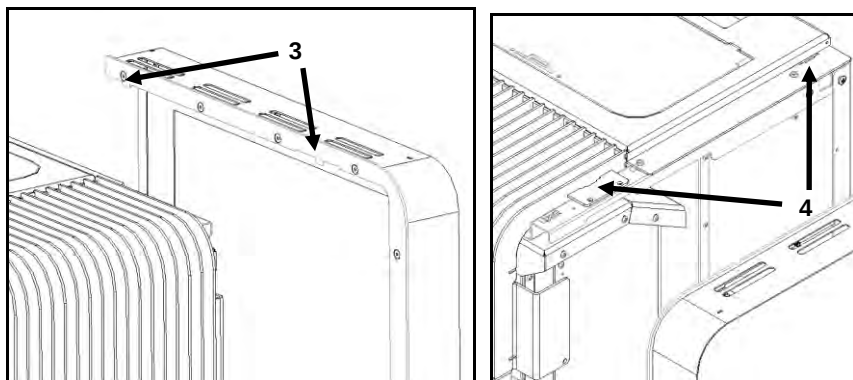

Figura 86 – Colocação das envoltentes Aspen
d) De seguida, encaixar primeiro os furos inferiores **1** das capas laterais, nos guias **2** que se encontram no fundo da máquina, depois no sentido descendente encaixar os apoios **3** nos rasgos **4**, como demonstra a Figura 86.